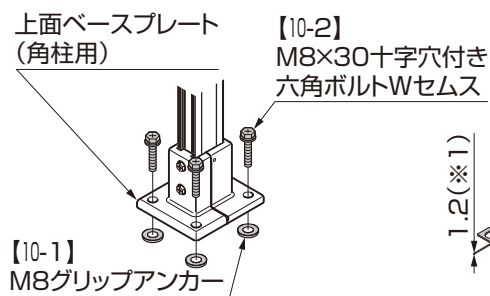

図2-13
- ② 【10-2】で上部ベースプレート（角柱用）を【10-1】に取付けてください。（図2-13 参照）